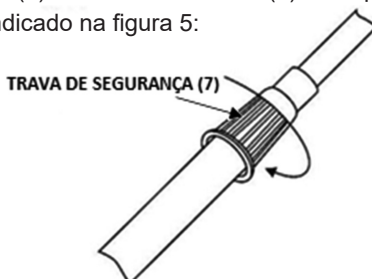

Figura 4: Trava de segurança para fixação das hastes.
- C) Em seguida, encaixe a haste superior (5) no buraco localizado, conforme a figura 4 abaixo, no suporte para manuseio (3):